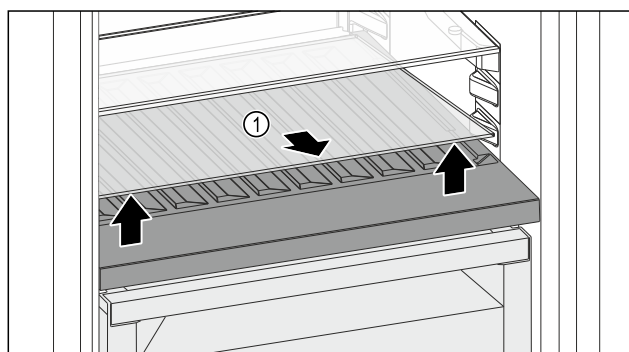

Fig. 205
- ▶ Emelje meg elől, a mélyedésnél az üveglapot Fig. 205 (1), és vegye ki.
- ▶ Biztonságosan tárolja az üveglapot Fig. 205 (1) a készüléken kívül.